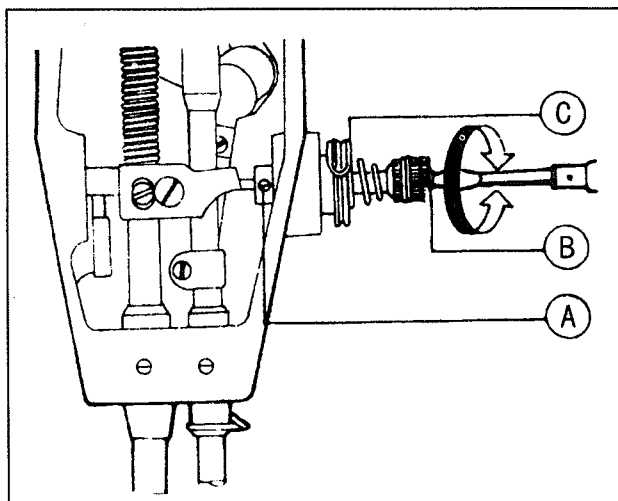

Fig. 14
14. ADJUST THREAD TAKE-UP SPRING (Fig.14,15)